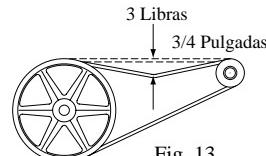

Fig. 13
- Compruebe la tensión de la banda.** Una fuerza de 3 libras debe desviar la banda 3/4 pulgadas (véase fig. 13). Ajuste la banda si es necesario.